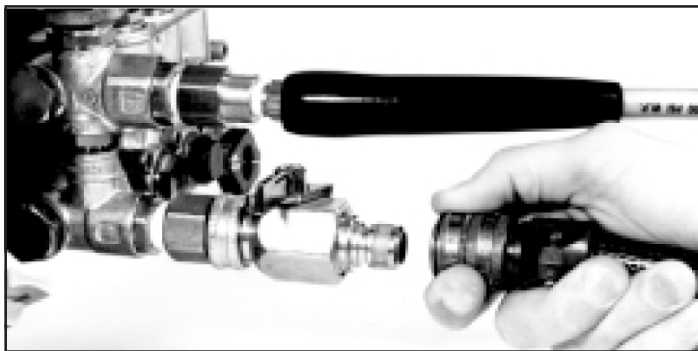

Рис.1 - Подсоедините к насосу шланг подачи воды. Закройте впускной кран (показан в закрытом положении)
- Подсоедините быстроразъемную муфту к шлангу подачи воды. Подсоедините этот шланг к входному штуцеру насоса и закройте впускной кран (рис.1).